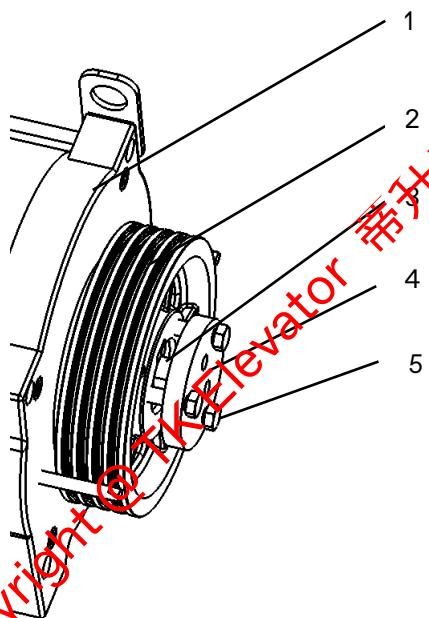

图 8-6 施工机拆卸示意图
在施工机更换前，请先准备 1 个厚度 8~12mm 的垫块 3（外径约为Φ30mm），见图 8-6。
- 如图 8-6 所示，将垫块 3 放在施工机挡板 4 和主轴中间，外六角螺栓 5 穿过施工机挡板 4 的孔安装在施工机 2 上，锁紧外六角螺栓 5，即可拆下施工机 2。